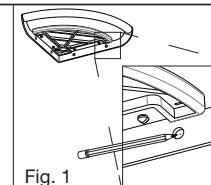

Fig. 1
4. Marquer les emplacements (4) des trous de montage de la console de support plateau à la paroi. Pour l'installation sur des carreaux de céramique, placer du ruban masque sur la zone d'installation avant de marquer l'emplacement du trou. (**Fig. 1**)